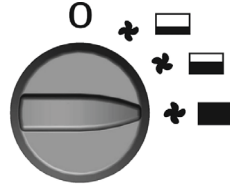

FIG. 3
- **Fig. 3:** Capacidad máxima